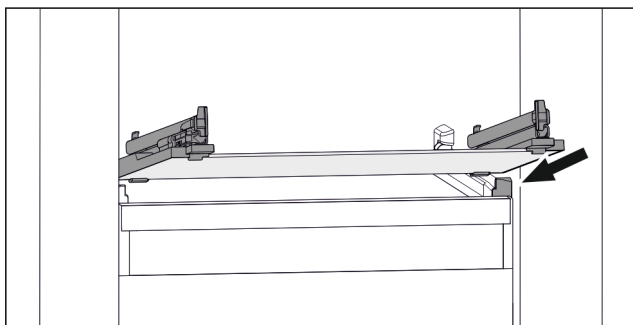

Fig. 74 Примерное отображение стеклнной пластины
- ▶ Наклоняя вниз, установите стеклнную пластину за опоры. (см. Fig. 74)